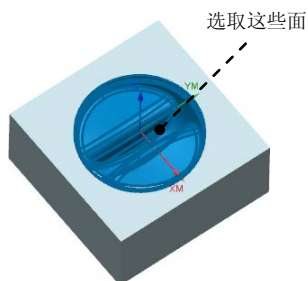

图 17.16 选取切削区域
Step2. 在图像区域选取图 17.16 所示的面（共 36 个面），单击 确定 按钮，系统返回到“轮廓区域”对话框。